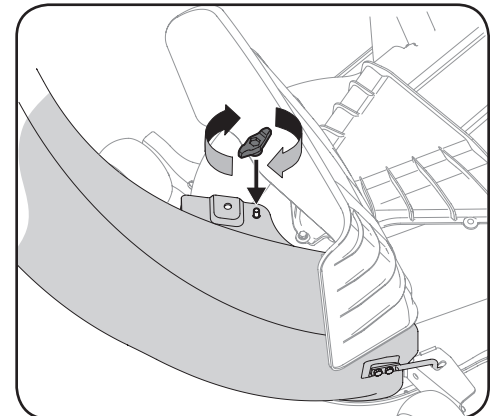

Figure 4-20
6. Fixez le coude de la goulotte de descente au plateau de coupe au moyen du bouton à ailettes (720-04122) inclus dans la trousse de quincaillerie 689-01419. Consultez la Figure 4-20.